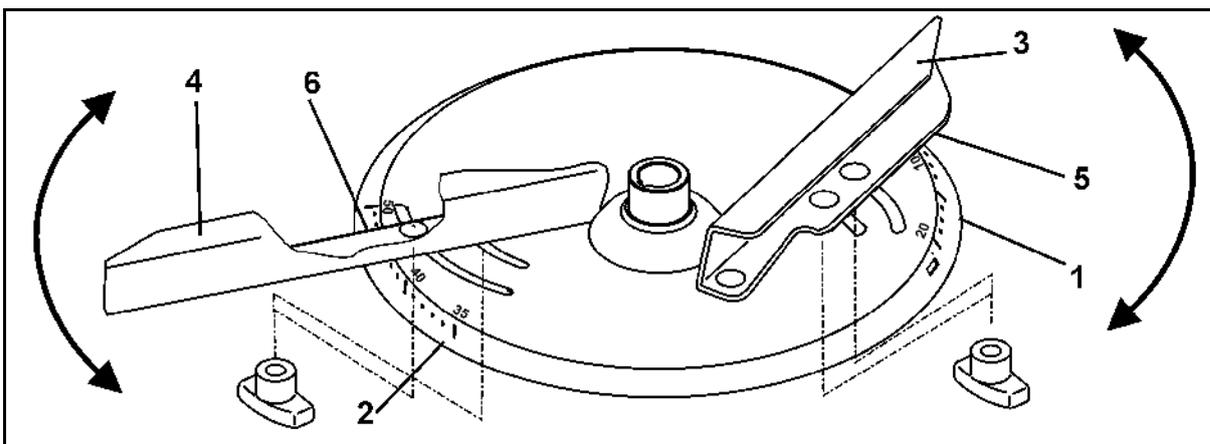

Fig. 69
1. Retirez l'écrou à ailettes (Fig. 69/1).